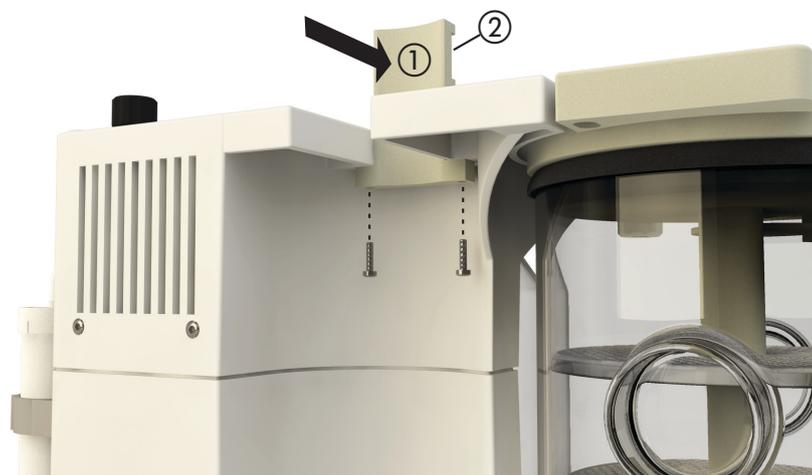

图5.5：托板的安装固定
- 在冷凝器上未安装托板①的情况下，将托板自侧面安装到壳体上，并利用两颗螺钉从下方将其紧固。托板槽②的指向必须与壳体开口方向相反（参见图5.5）。